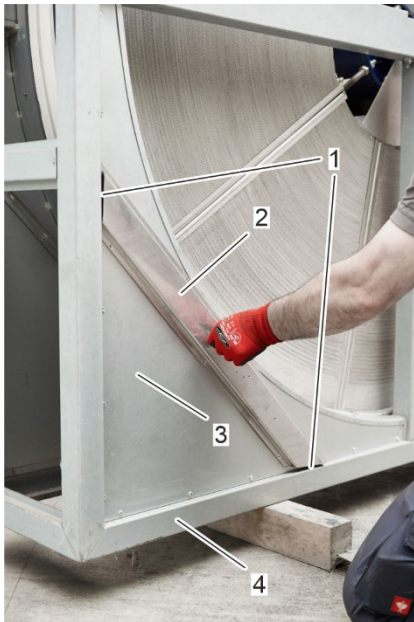

Figura 22: Alineación del travesaño
1. El travesaño (Figura 22/2) se debe alinear en la carcasa del intercambiador de calor rotativo (Figura 22/3) de modo que los ingletes del travesaño (Figura 22/1) estén paralelos al marco de la carcasa (Figura 22/4).